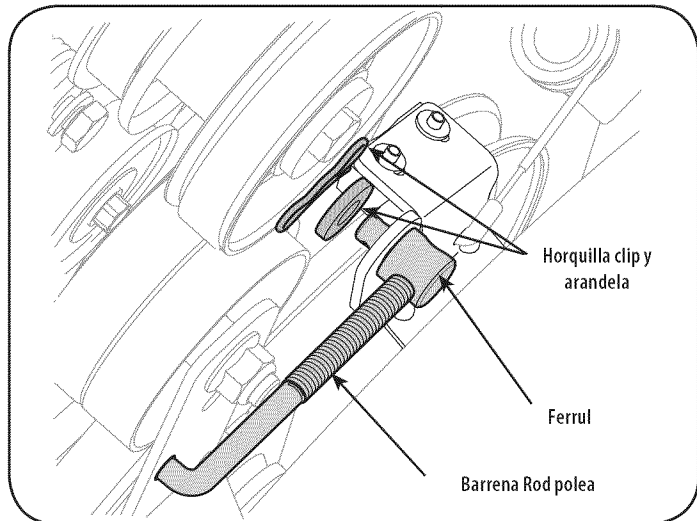

Figura 31
1. Retire la horquilla clip y arandela plana de la virola con el fin de desconectar la varilla de barrena de la polea del freno soporte de montaje. Vea la Figura 31.